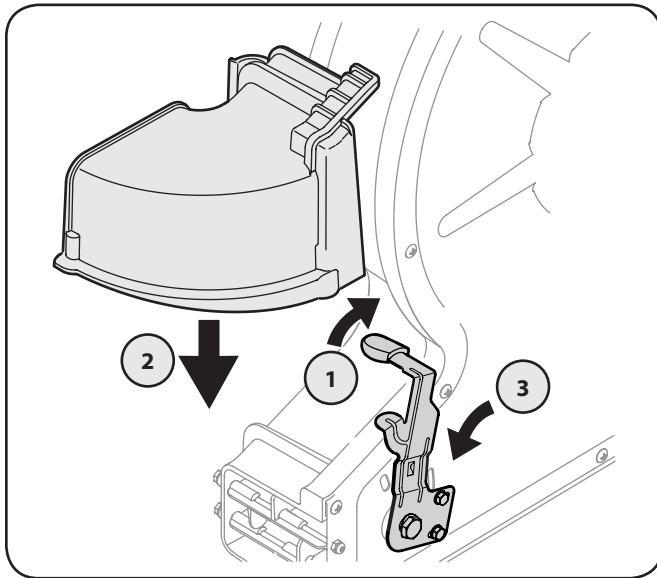

Figure 3-3
1. Faites pivoter le levier de direction du déflecteur d'éjection complètement vers la droite, à la position la plus haute. Voir Figure 3-3.
3. Faites pivoter le levier de direction à la position centrale pour verrouiller le déflecteur d'éjection en place. Voir Figure 3-3.